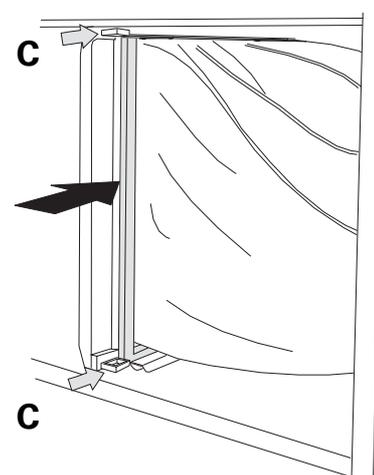

Fig 8
- Enfoncer les deux poignées (**C** Fig 8) aux bords supérieur et inférieur de la fixation des filtres, de façon à refermer la baguette à commande excentrique.